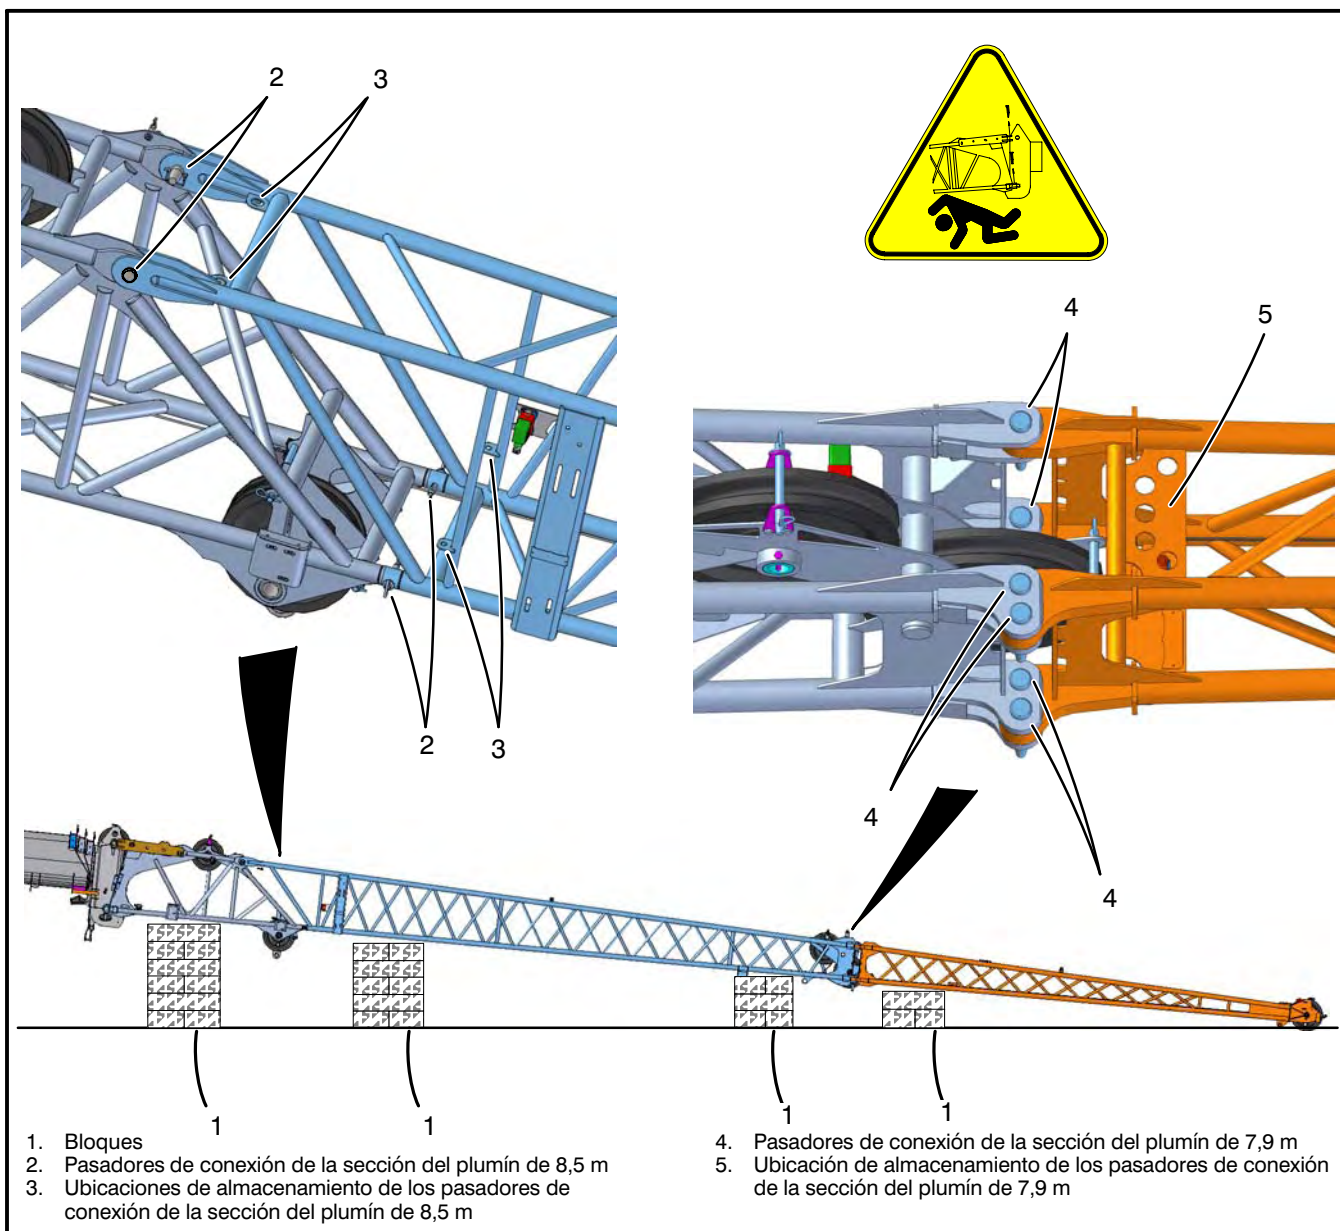

Figura 4–105
4. Verifique que la orejeta del adaptador del plumín y los pasadores de conexión de compensación estén instalados en la posición de compensación de 2°. Consulte la Figura 4–113.
5. Sujete juntas las secciones de plumines de 3,0 m, 8,5 m y 7,9 m sobre bloques seguros. Consulte la Figura 4–105. La sección del plumín de 3,0 m pesa aproximadamente 465 kg, la del de 8,5 m pesa aproximadamente 451 kg, y la del de 7,9 m pesa aproximadamente 337 kg